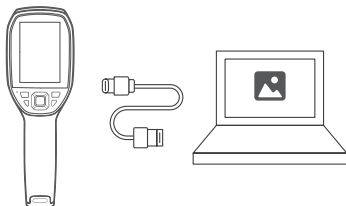

Figura 3.1.1
2. Collega il TC005 al tuo computer con il cavo USB in dotazione (vedi Figura 3.1.1).